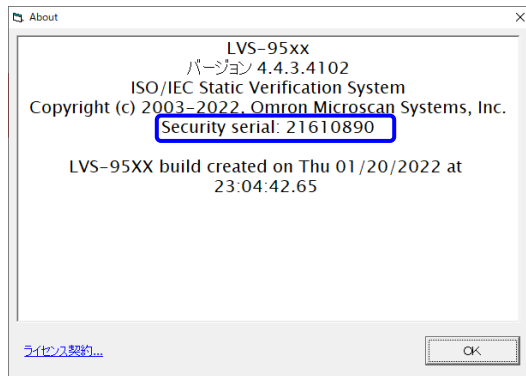

図31: セキュリティシリアル番号
3. セキュリティシリアル番号を確認し（図31）、この番号を販売代理店または当社までお知らせください。